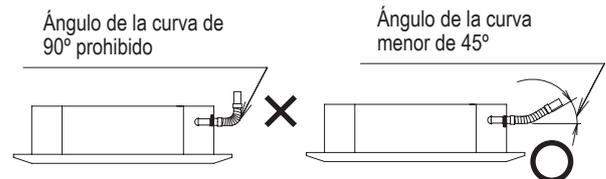

Fig. 1-9
- No doblar la manguera suministrada 90° o más. Doblarla a menos de 45°. (Fig. 1-9)